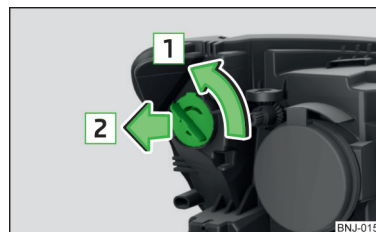

Fig. 298
- › Rotiți dulia împreună cu becul incandescent în sensul săgeții **1** » fig. 298.